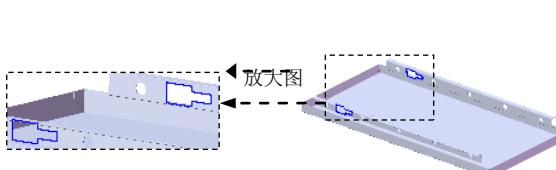
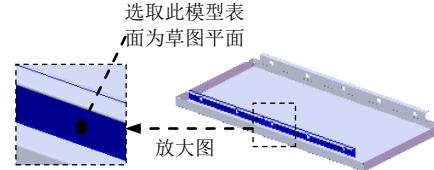

图 17.6.34 创建切除—拉伸 1
图 17.6.35 定义草图平面
Step17. 创建图 17.6.34 所示的切除—拉伸 1。
- (1) 选择命令。选择下拉菜单 **插入(I)** → **切除(C)** →  **拉伸(E)...** 命令。
(2) 定义特征的横断面草图。选取图 17.6.35 所示的模型表面为草图平面，绘制图 17.6.36 所示的横断面草图。